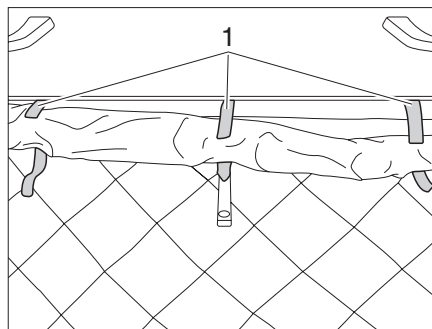

Fig. 32 Abrir los cierres de velcro
► Abrir los tres cierres de velcro (Fig. 32,1) del
- ▶ Enrollar con cuidado el fuelle de tela en la zona de bloqueo y fijarlo con tres cierres de velcro (Fig. 32,1).